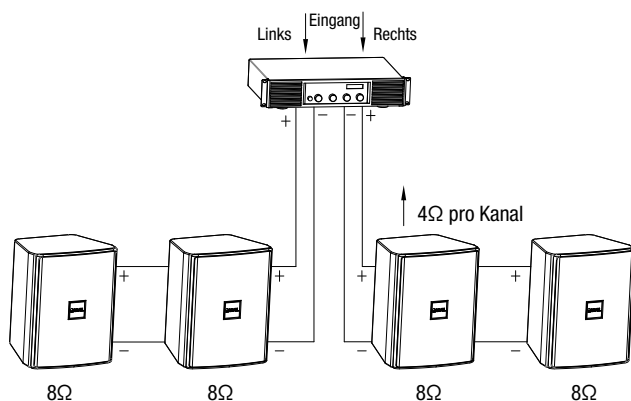

Abbildung 2.
2. Stecken Sie einen breiteren Schlitzschraubendreher in die Ritze der InvisiBall™-Lochabdeckung und ziehen Sie diese nach unten bis sie aus der Rückseite des Lautsprechers herausgebrochen wird (s. Abbildung 2). Achten Sie darauf dass der Ball in das Loch passt. Entfernen Sie dafür eventuell verbliebene Reste von Plastik um das Loch herum.
8 Ω pro Lautsprecher – Da die Nennimpedanz der Lautsprecher jeweils 8Ω beträgt, können mehrere Lautsprecher an einen einzelnen Verstärkerkanal angeschlossen werden (s. Abb. 2). (s. unteren Abschnitt "Lastimpedanz des Verstärkers".)
Lastimpedanz des Verstärkers – Wenn Sie mehrere Lautsprechersysteme an einen einzelnen Verstärkerkanal anschließen – entweder indem Sie zwei Drähte an einem Lautsprecheranschluss miteinander verflechten oder indem Sie einzelne "Anschlussreihen" vom Lautsprecher zum Verstärker erzeugen – verringert sich die Lastimpedanz des Verstärkers. Um die maximale Anzahl von 8Ω-Lautsprechern zu ermitteln, die parallel an jeden einzelnen Kanal Ihres Verstärkers angeschlossen werden können, teilen Sie 8 durch die empfohlene minimale Lastimpedanz des Verstärkers (z.B. 8Ω-Lautsprecher von Revel / 4 als empfohlene minimale Impedanz des Verstärkers = 2 Lautsprecher pro Kanal; s. Abb. 2).